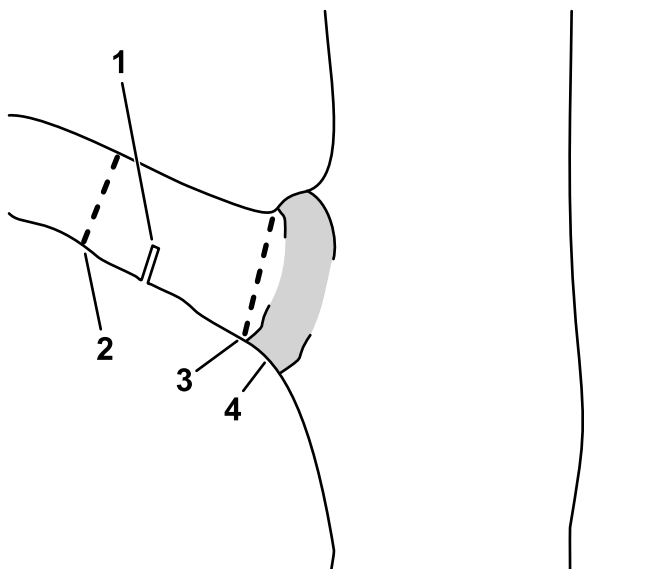

Figure 15
- C. Coupez le chicot au niveau du collet de la branche (Figure 15).